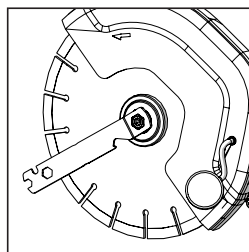

FIG. 3
- Apriete el perno del eje con la multiherramienta incluida. **(Fig. 3)**